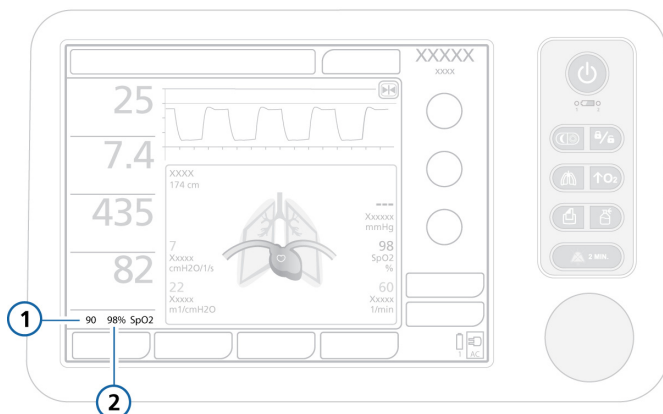

图 J-5. 主显示屏中的氧饱和度数据
启用氧饱和度监测时（在 “系统 > 传感器 开 / 关” 窗口中），氧饱和度低报警限值和测得的氧饱和度值会始终显示，位于 MMP 列表下方，如图 J-5 所示。
- 启用氧饱和度监测时（在“系统 > 传感器 开 / 关”窗口中），氧饱和度低报警限值和测得的氧饱和度值会始终显示在 MMP 列表下方，如图 J-5 所示（第 J.4.2 节）。
启用氧饱和度监测时 (在 “系统 > 传感器 开 / 关” 窗口中), 氧饱和度低报警限值和测得的氧饱和度值会始终显示在 MMP 列表下方, 如图 J-5 所示 (第 J.4.2 节)。